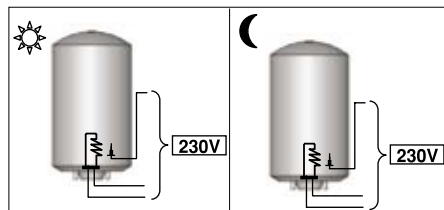

Рис. 13. Система PROfessional TECH: постоянно работающий источник питания
- Нагревательный элемент и система PROfessional TECH: постоянно работающий источник питания (рис. 13).